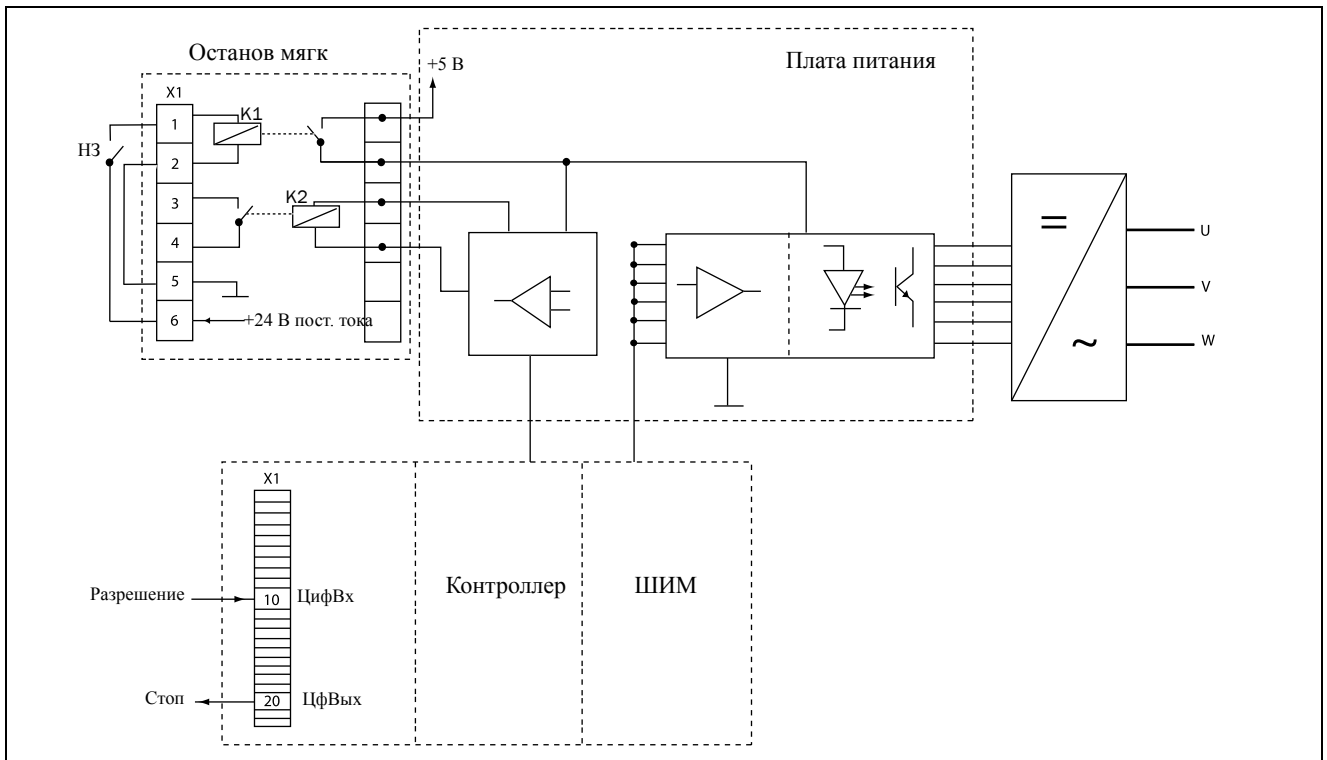

Рис. 114 Подключение «Безопасного останова»
- На плате расширений «Безопасного останова» необходимо активировать вход «Блокировка», подключив к клеммам 1 (Блокировка +) и 2 (Блокировка -) источник 24 В постоянного тока (V_{DC}), чтобы подать напряжение питания цепей преобразователя на провода питания реле К1. См. также Рис. 114.
- Высокий уровень сигнала на цифровом входе, например, клемма 10 на Рис. 114, для которой установлено значение «Разрешение». О настройке цифрового входа см. раздел 10.5.2, страница 142.
Для мониторинга функции «Разрешение» можно пользоваться командой RUN цифрового выхода. О настройке цифрового выхода, например, клеммы 20 в примере Рис. 114, см. раздел 10.5.4, страница 148 [540].